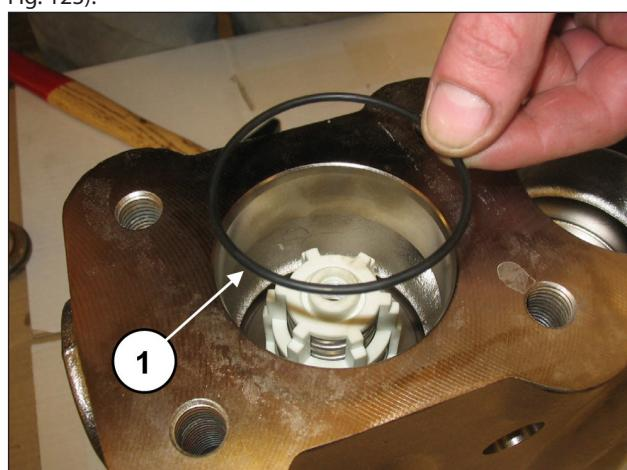

Fig. 123
Introducir la junta tórica, pos. dibujo desglosado 17 (pos. ①, Fig. 123).